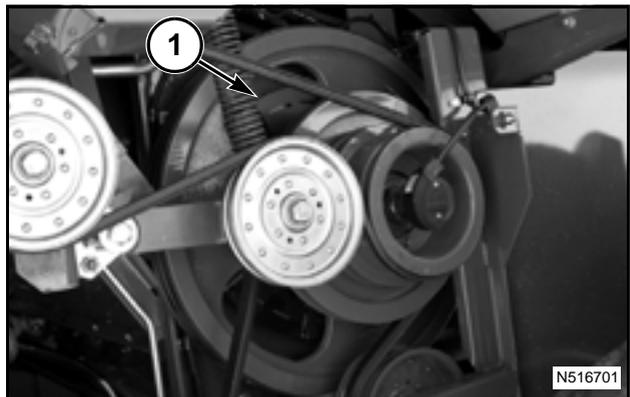

FIG. 154
FIG. 154: el cabezal y el embocador se acoplan con el interruptor del cabezal en la consola. Ese interruptor activa el embrague electro-magnético (1) en el extremo derecho del eje delantero del batidor. Para acoplar el embrague electromagnético de la plataforma, mueva el interruptor de accionamiento de la plataforma hacia la posición ON. Con el embrague acoplado, se envía la potencia para el accionamiento de la correa hacia la plataforma y canal alimentador.